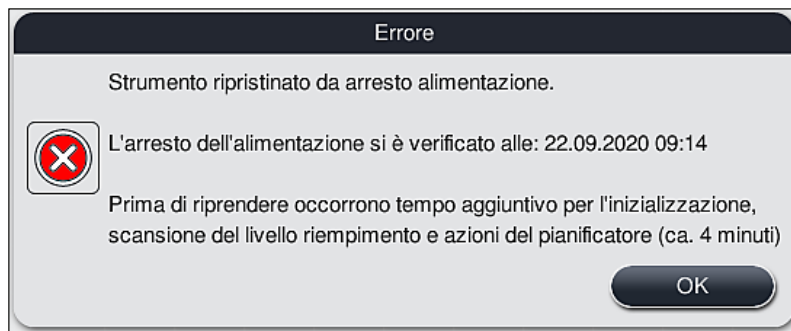

Fig. 106
- ① Il primo messaggio informativo che compare dopo il riavvio automatico dello strumento informa dell'ora in cui è mancata la corrente (→ "Fig. 106"). Confermare il messaggio informativo premendo il pulsante **OK** per avviare le informazioni aggiuntive su come proseguire il processo di colorazione.